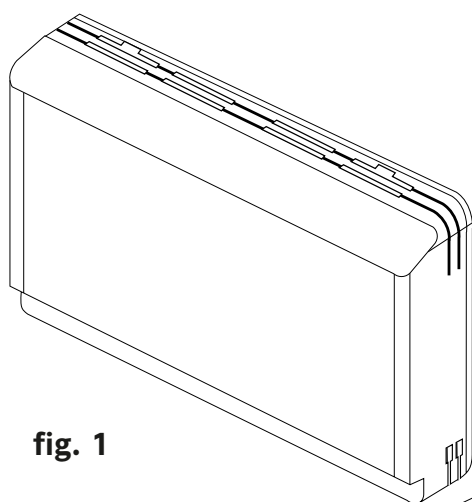
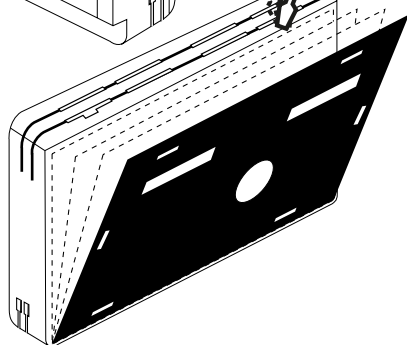
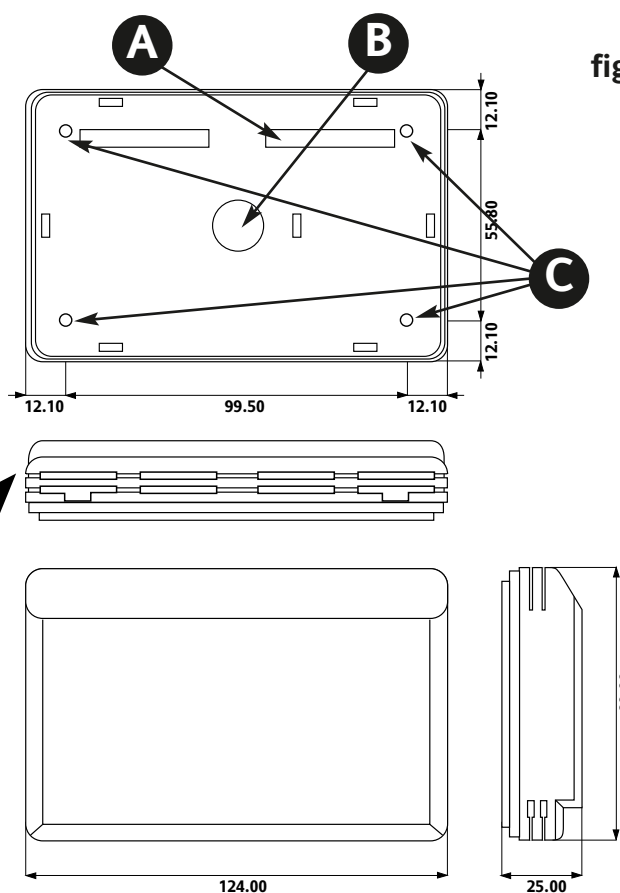

fig. 1
fig. 3
fig. 2
Das Gerät ist für die Wandmontage ausgelegt (siehe Abbildung 1). Nach Abnahme der schwarzen Frontblende (Abbildung 3) an der Installationswand 4 Bohrungen mit Durchmesser 4 mm im vorgesehenen Abstand anfertigen (siehe Abbildung 2 Pos. C). Die Rückseite mit vier Schrauben an der Wand ausrichten. Nach Fertigstellung der Anschlüsse die Frontblende des Tastenfelds einfach per Fingerdruck einrasten. Die zulässige Umgebungstemperatur für einen einwandfreien betrieb liegt im Bereich -5 bis 55 °C. Das Gerät möglichst nicht an Orten mit hohem Feuchtigkeits- bzw. Schmutzgehalt installieren. Es eignet sich für den Einsatz in normal verschmutzter Umgebung. Sicherstellen, dass die Kühlungsschlitze des Geräts ausreichend belüftet sind.
- JST 2-Wege-Stecker für Open Collector-Ausgang (**WM961A**) in Frontblende (Abbildung 2 Pos.o A) mit Zugriff durch Abnahme der Frontblende (mit Schraubendreher o.ä. abhebeln) lt. Abbildung 3. Die Kabel müssen durch die mittlere Bohrung der Rückseite eingeführt werden (Abbildung 2 Pos. B).